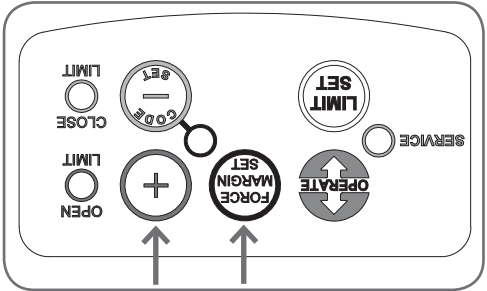

Fig. 6.5.3
- Maintenez le bouton FORCE MARGIN SET enfoncé (Fig. 6.5.3) et appuyez sur le bouton Plus (+). À chaque pression sur le bouton, la marge de force augmente.